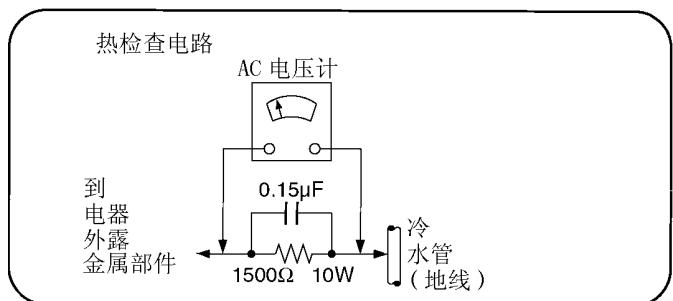

图 1
2.1.2. 漏电热检查 (参见图 1。)
2. 在机上各个外露金属部件与良好的接地 (如水管) 之间连接一个 $1.5K\Omega$, $10W$ 的电阻与一个 $0.15\mu F$ 的电容器并联, 如图 1 所示。